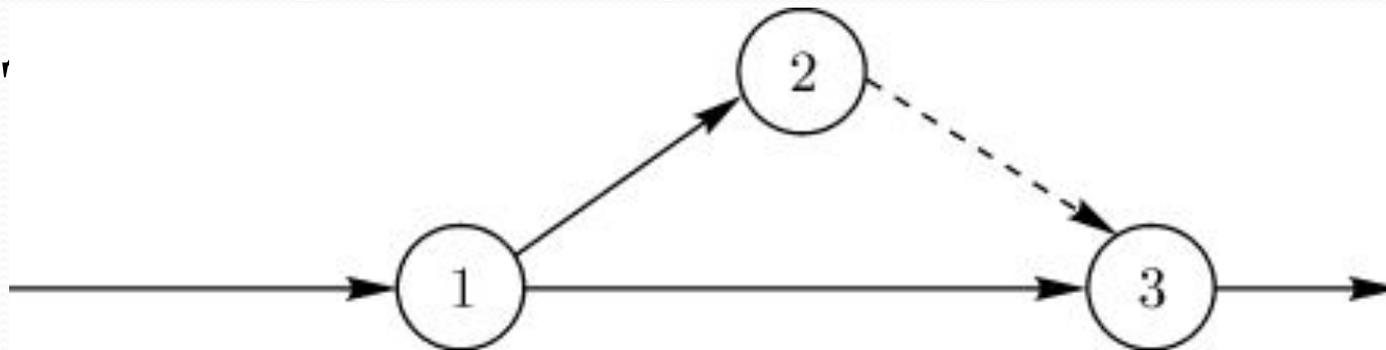

Рис. 14.3.
- Если одно событие (например, 1 на рис. 14.3) служит началом двух $(1 - 2)$ (например, и или нескольких $(1 - 3)$ работ, заканчивающихся в другом событии (3 на рис. 14.3)), то для их различия также вводится фиктивная работа $(2 - 3)$ (см. рис. 14.3). С помощью фиктивной работы в сетевом графике могут быть отражены и